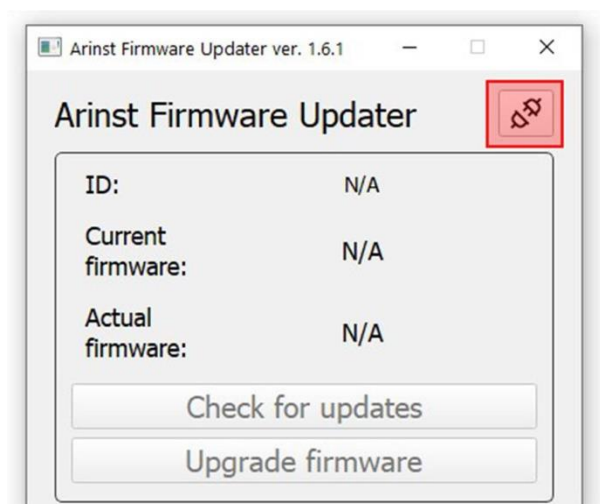

Рисунок A2.1 – Подключение прибора к ПК
2.3. Нажмите на кнопку⁸ подключения прибора к вашему ПК (Рисунок A2.1).